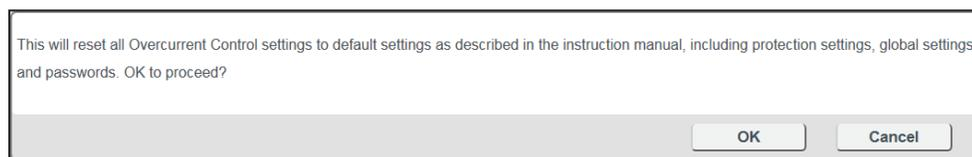

Figura 36. Haga clic en el botón OK para confirmar el reajuste del control de sobrecorriente a la configuración predeterminada de fábrica.
- PASO 3.** Se abrirá una ventana de confirmación que le pedirá que confirme el reajuste del control de sobrecorriente. Haga clic en el botón **OK** para restablecer el control de sobrecorriente. Vea Figura 36.